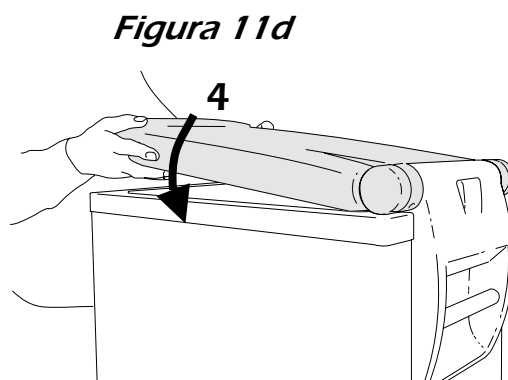

Figura 11d
- Premere il coperchio in direzione del retro del mobile, in modo che i perni della cerniera scorrano nelle rientranze, come mostrato in figura 11d.